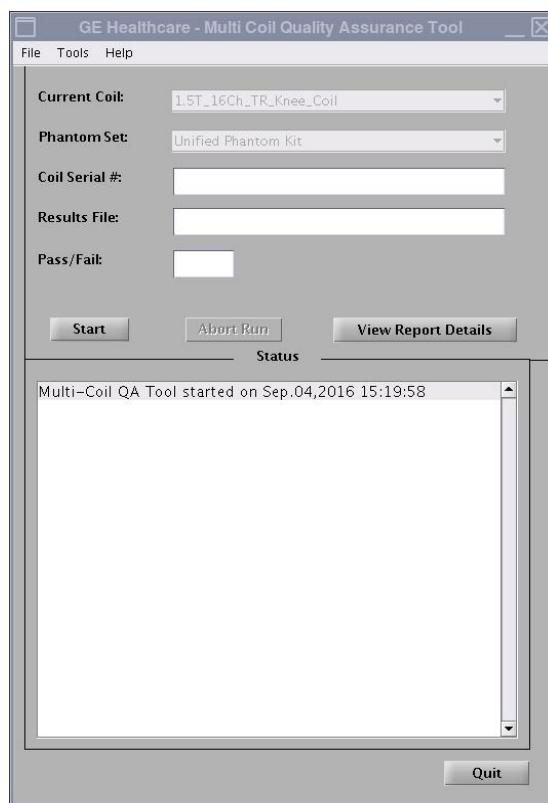

Рис. 3
Поле *Current Coil* (Подключенная катушка) будет заполнено автоматически (Рис. 3) на основании идентификационных данных катушки, подключенной к LPCA. Введите серийный номер тестируемой катушки в поле *Coil Serial #* (Серийный номер катушки).
2. Нажмите кнопку **[Start]** (Пуск), чтобы начать автоматический тест, как показано на Рис. 3. В зависимости от количества тестовых зон (сложность катушки) испытание может занять от 3 до 5 минут.